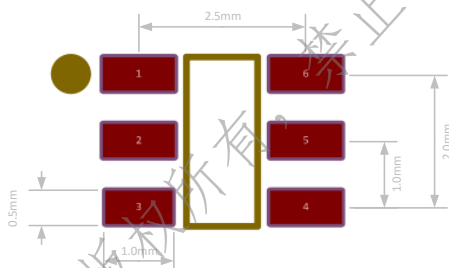

图 2 封装 SOT\_DPV
按照图 2 给出的封装设计要求，设计 DPV 器件的封装，并将封装命名为 SOT\_DPV，设计完成后保存，并将其与试题一中定义的器件 DPV 相关联。
- 焊盘形状均为矩形，按照图 2 给出的顺序排列。